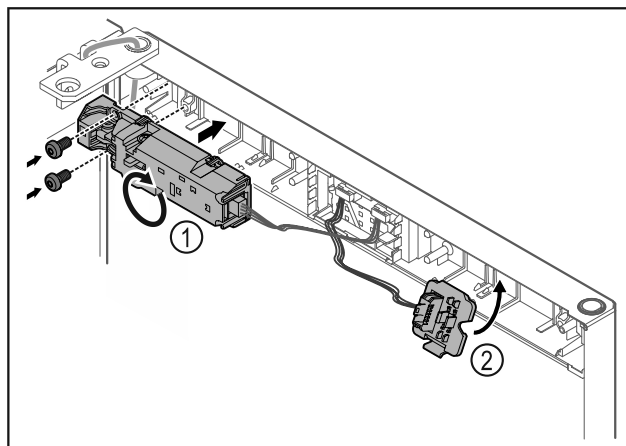

Fig. 21
- ▶ Keerake kauglukku Fig. 21 (1) 180° ja kinnitage vastasküljele.
- ▶ Haakige pistikuhoidik Fig. 21 (2) vastasküljel kinni.